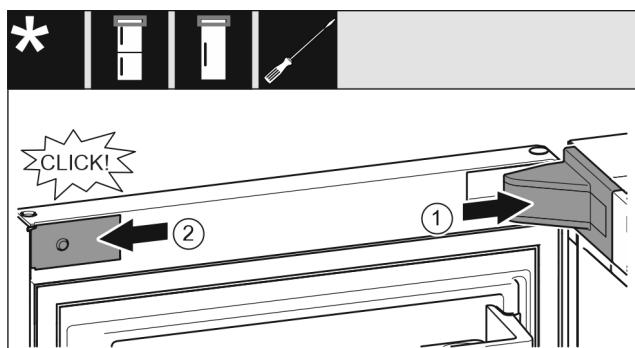

Fig. 20
- ▶ Τοποθετήστε και κουμπώστε το κάλυμμα του στηρίγματος, ενδεχ. αποσυμπίέστε το προσεκτικά. Fig. 20 (1)
- ▶ Εφαρμόστε στο πλάι το διακοσμητικό κάλυμμα και κουμπώστε το. Fig. 20 (2)